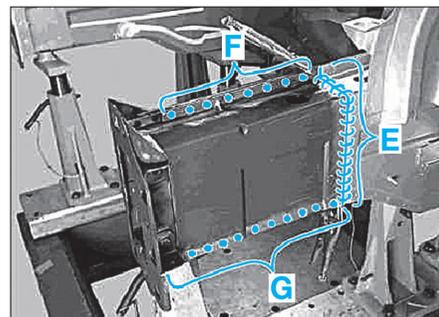

FIG. 4
- Souder à la pointeuse électrique les points dans les zones (F) et (G) (Fig.4).